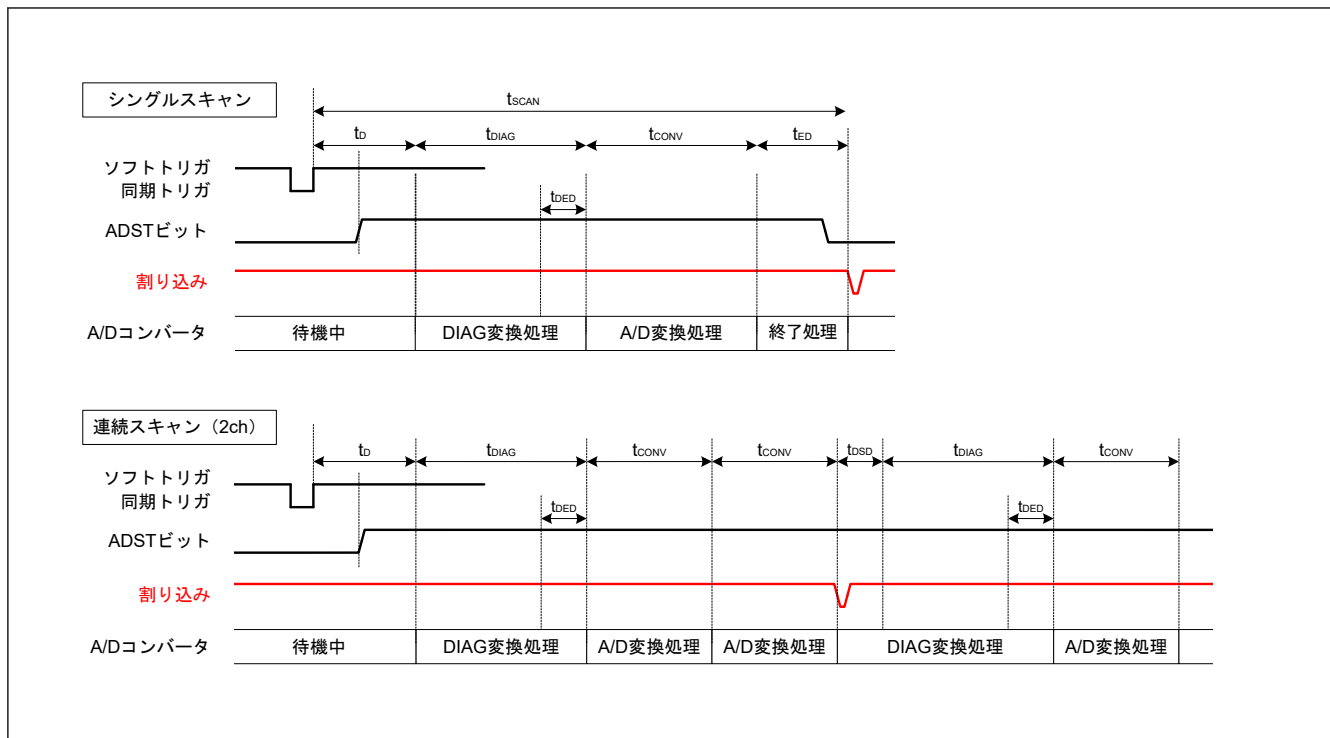
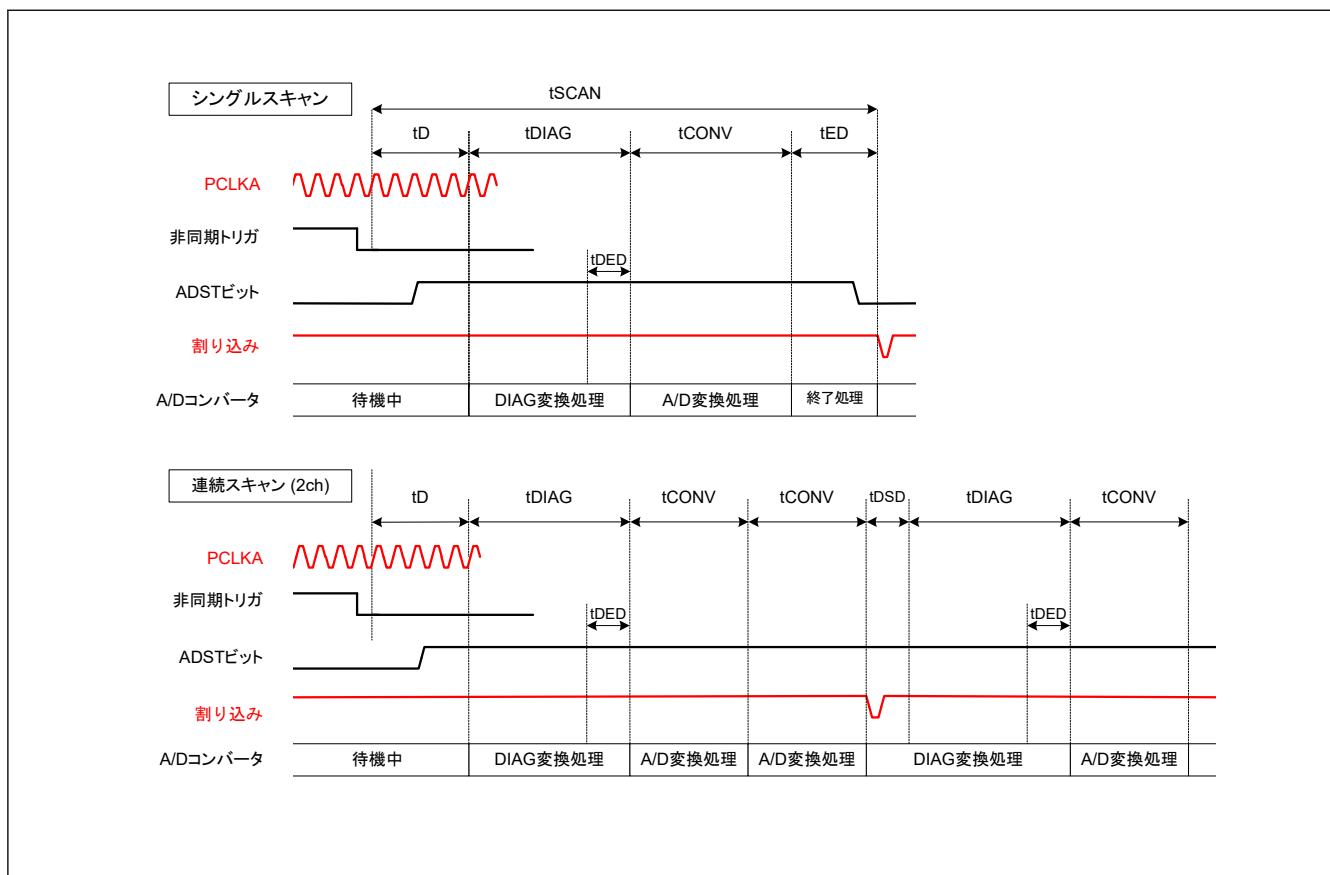

図 37.31 スキャン変換のタイミング (ソフトウェア起動または同期トリガ入力 (ELC) 起動の場合)
図 37.32 スキャン変換のタイミング (非同期トリガ入力 (ADTRG0) 起動の場合)
図 37.31 に、ソフトウェアトリガまたは同期トリガ (ELC) 起動によりスキャン変換を行う場合のタイミングを示します。また、図 37.32 に、非同期トリガ (ADTRGn (n = 0, 1)) 起動によるスキャン変換を行う場合のタイミングを示します。スキャン変換時間 ( $t_{SCAN}$ ) はスキャン変換開始遅延時間 ( $t_D$ )、断線検出アシスト処理時間 ( $t_{DIS}$ )(注1)、自己診断変換時間 ( $t_{DIAG}$  および  $t_{DSD}$ )(注2)、A/D 変換処理時間 ( $t_{CONV}$ )、スキャン変換終了遅延時間 ( $t_{ED}$ ) を含めた時間となります。
- 注 1. tD、tSPLSH、tDIAG、tCONV、tED の各タイミングについては、図 37.31 および 図 37.32 を参照してください。